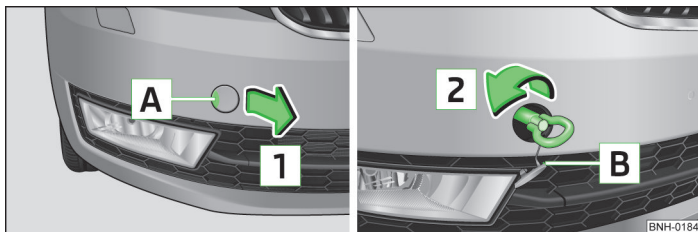

Fig. 155 Bara de protecție față: Demontarea capacului / Montarea cârligului de tractare
- Apăsați pe capacul de protecție în zona **A** » fig. 155.
➤ Înșurubați manual cârligul de tractare, în sensul săgeții **2** » fig. 155, până la limită » **!**.